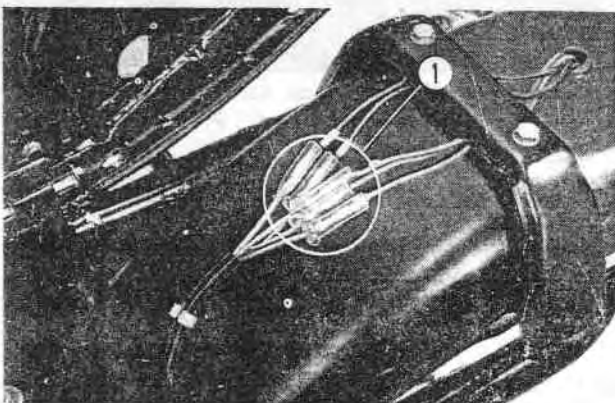

Fig. 16-28 ① Fiches de raccordement des fils
10. Enlever les fils courant sur le garde-boue arrière. (Fig. 16-28)